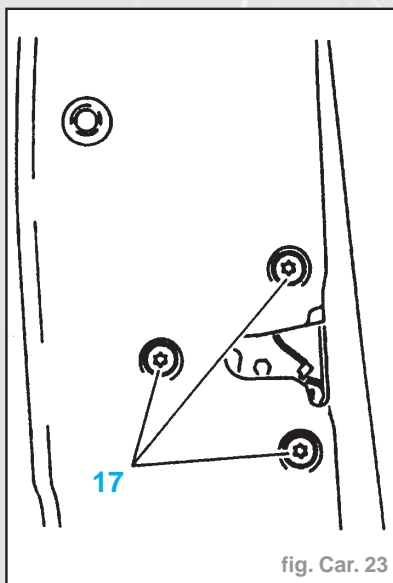

fig. Car. 23
- Déposer (fig. Car. 23) :
- les trois vis (17)